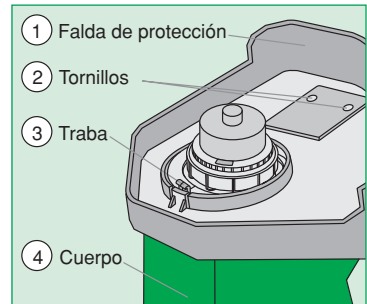
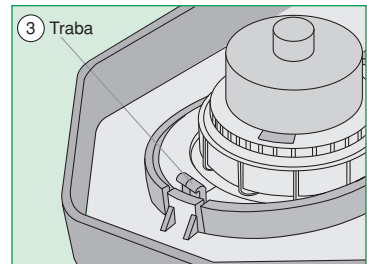

Fig. 1
Fig. 2
- Usted recibe el equipo montado, excepto la falda de protección. El viene acondicionada junto al equipo, en el mismo embalaje. Para montarlo, gire el equipo hacia arriba (Fig. 1).
- Ponga la falda de protección conforme el dibujo, encájela en la traba (3) (Fig. 2), presiónela junto al cuerpo (4), coloque los tornillos (2) y dé el aprieto (Fig. 1).